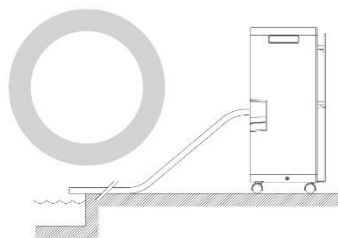

Fig 2
3.6. Drenaje adecuado del agua de condensación con conexión de manguera! Asegúrese de que la manguera tenga siempre una ligera inclinación hacia abajo (ver Fig. 2 y Fig. 3).